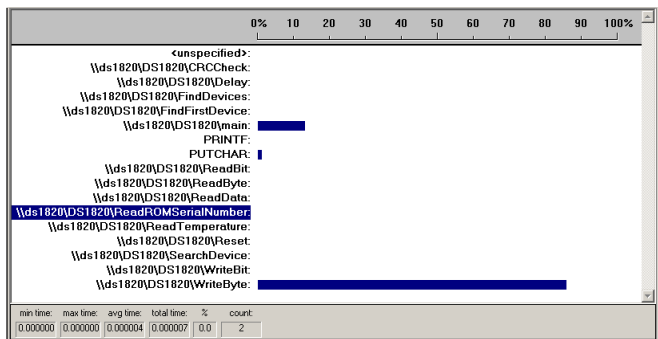

图 22-3 性能分析器统计结果
- (4) 在“Setup Performance Analyzer”对话框的“Function Symbols”中双击选择需要分析的函数。
- (5) 单击“Define”按钮，将该函数添加到“Current PA Ranges”中。
- (6) 单击“Close”按钮，关闭“Setup Performance Analyzer”对话框。
- (7) 选择“Debug”→“Run”命令，程序便开始仿真执行。此时，在性能分析器窗口便可以看到性能分析器的统计结果，如图 22-3 所示。